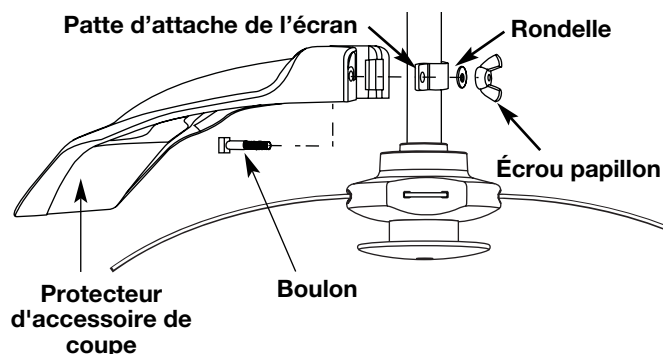

Fig. 2
2. De l'intérieur de l'écran de l'accessoire de coupe, poussez le boulon carré dans le trou jusqu'à ce que l'extrémité fileté dépasse de la patte d'attache de l'écran (Fig. 2).